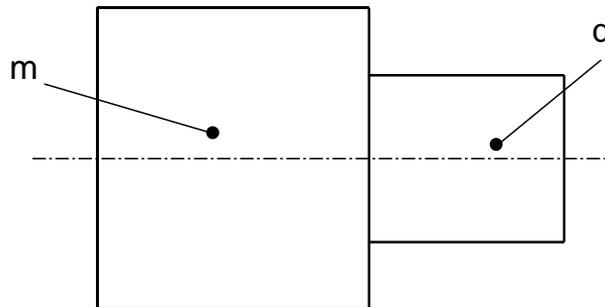

Figura 4
- 6) Con riferimento alla figura 4 imporre che il cilindro q abbia una tolleranza di coassialità rispetto al cilindro m pari a 0.08mm. Imporre, quindi, che il cilindro m abbia una tolleranza di cilindricità pari a 0.1mm.